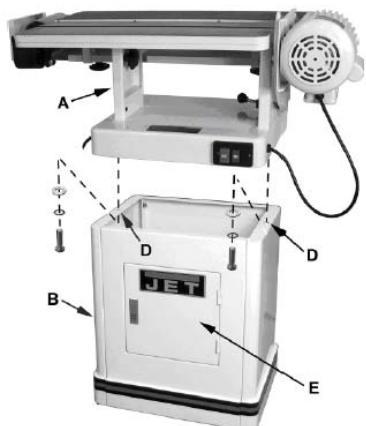

Рис. 2
ВНИМАНИЕ: узел с двигателем и шлифовальной лентой имеет массу (A) 95 кг. Будьте осторожны и используйте подходящие вспомогательные средства для подъёма (Рис. 2). Откройте дверцу (E) и закрепите шлифовальный узел (A) рис.2 шестигранными винтами и шайбами (D).